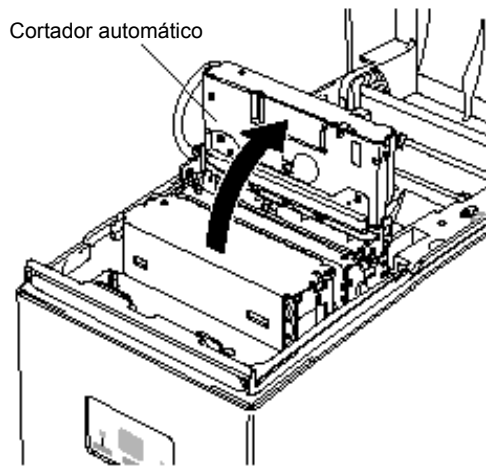

Fig. 5-9 Eleve el cortador automático
③ Levante el cortador automático y colóquelo en posición vertical, como se muestra en la Fig. 5-9.